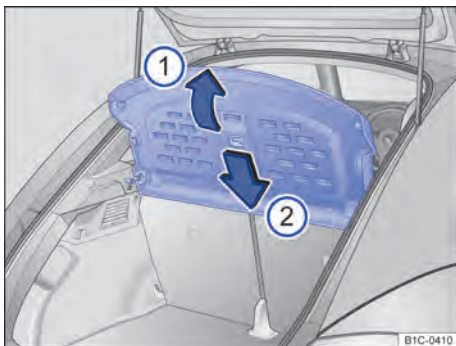

Fig. 85 No compartimento de bagagem: desinstalar e instalar a cobertura do compartimento de bagagem.
- Rebater a cobertura do compartimento de bagagem para cima ⇒ Fig. 85 (seta ①), até que a cobertura do compartimento de bagagem se solte dos suportes laterais.
- Empurrar a cobertura do compartimento de bagagem entre o encosto do banco traseiro e os suportes laterais ⇒ Fig. 85 (seta ②)